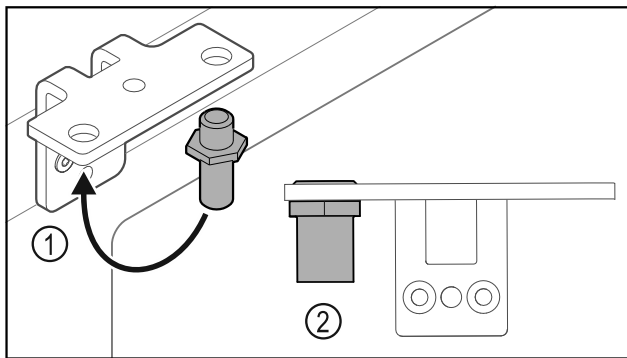

Fig. 24
- ▶ Ktheni bulonin Fig. 24 (1) në profilin e menteshës në anën tjetër.
- ▶ Shtërëngoni bulonin Fig. 24 (2) me **momentin e rrotullimit prej 12 Nm.**